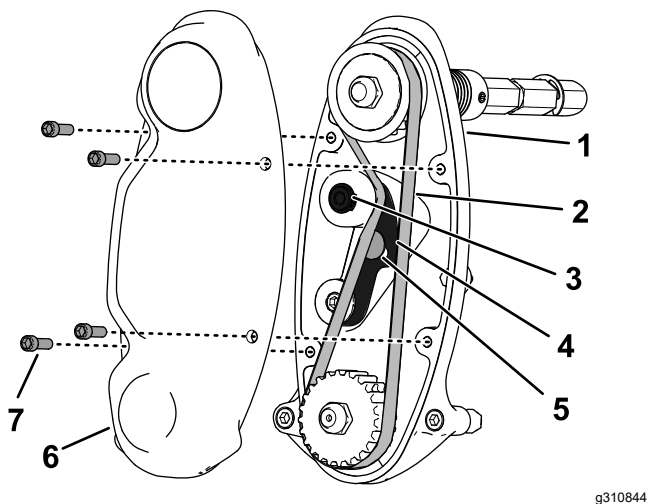

Рисунок 15
3. Використовуйте динамометричний ключ з індикаторною стрілкою для затягування верхнього гвинта (з внутрішнім шестигранником) натяжного важеля (Рисунок 15) з моментом 6–7 Н·м (55–60 дюйм-фунт).